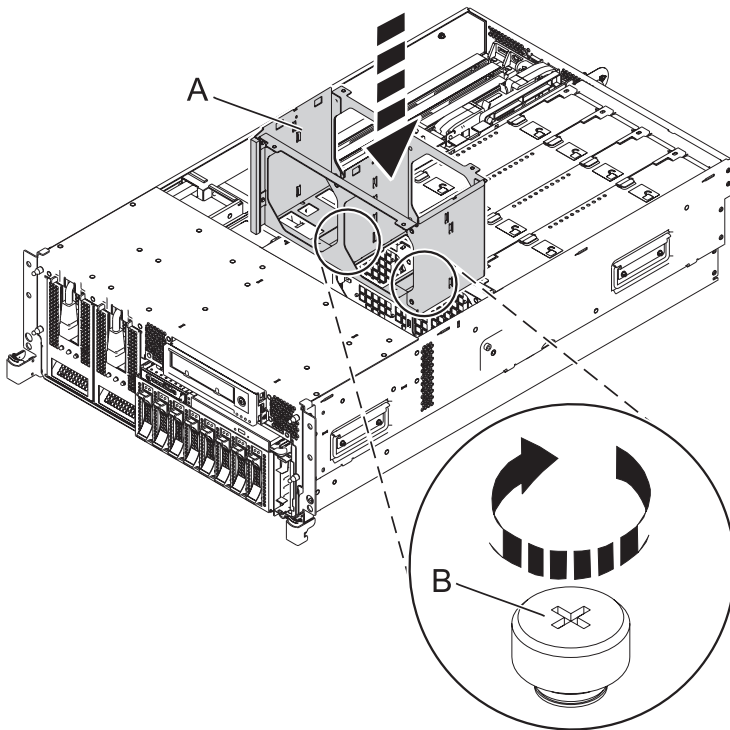

Abbildung 15. Ventilatorrahmen installieren
9. Bauen Sie die flache Datenträgereinheit ein, indem Sie die Einheit in den Steckplatz einsetzen und einschieben, bis der Hebel (B) einrastet (siehe folgende Abbildung).
- a. Bauen Sie den Ventilatorrahmen (A) ein, indem Sie die Positionsstifte durch die Löcher ausrichten und die beiden Rändelschrauben (B) anziehen (siehe Abb. 15).